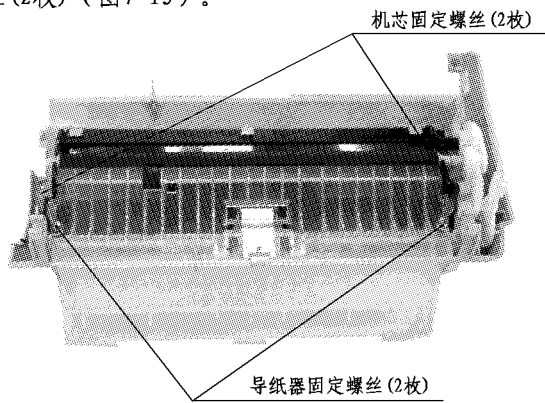

图7-15
(4) 记录纸检测开关的更换
- b) 拆卸导纸器固定螺丝(2枚)（图7-15）。
- c) 拆卸机芯固定螺丝(2枚)（图7-15）。